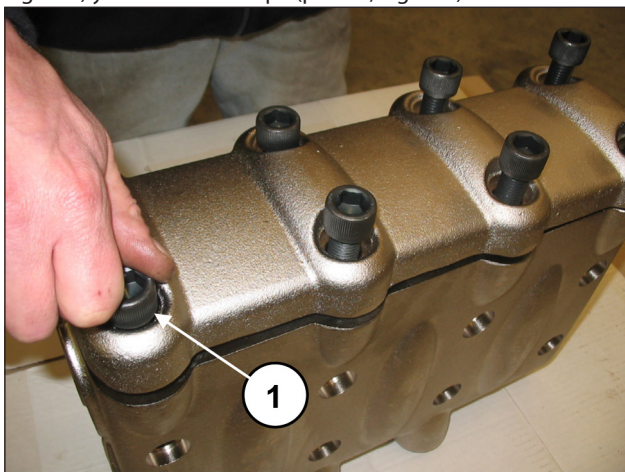
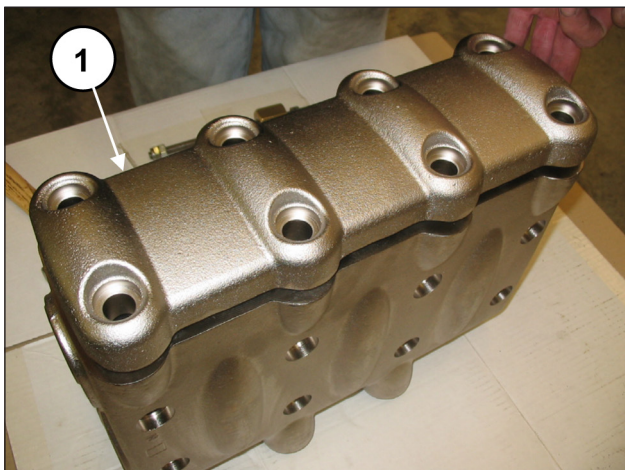

Fig. 106
Fig. 107
Extraer los 8 tornillos M16x55 de la tapa de válvulas (pos. ①, Fig. 106) y desmontar la tapa (pos. ①, Fig. 107).